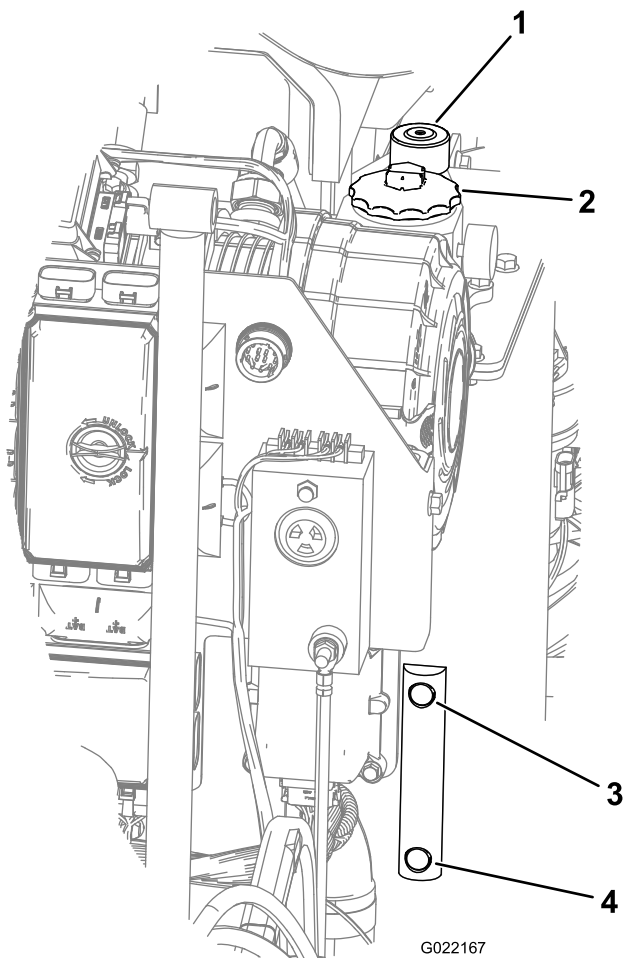

Bild 108
4. Lesen Sie im Schauglas am Hydraulikbehälter den Ölstand ab (Bild 108).
5. Wenn der Stand niedrig ist, nehmen Sie den Deckel des Hydraulikbehälters ab und füllen Sie etwas Öl ein; warten Sie zwei Minuten, bis sich der Ölstand im Schauglas stabilisiert (Bild 108).
6. Füllen Sie weiter die richtige Ölsorte in kleinen Mengen ein, bis der Stand am Schauglas auf Voll steht (Bild 108).